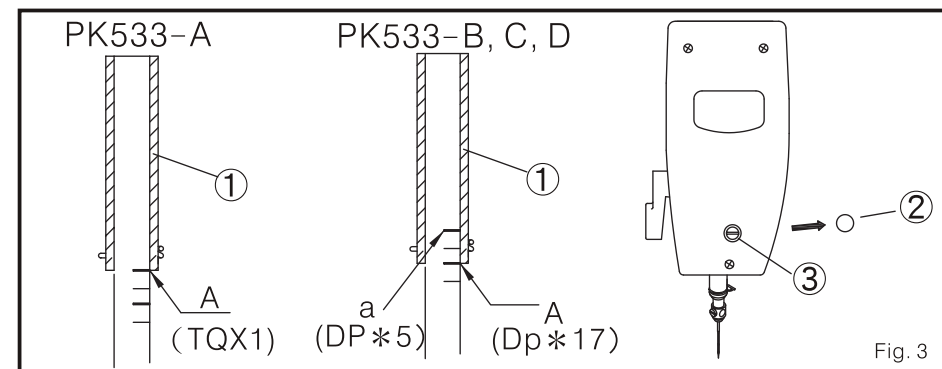

Fig. 3
- ajusta a altura da barra agulha de barra (Fig. 3)
- (1) gira a talha para ajustar a agulha de barra à posição inferior. Então remove a borracha cobertura 2, solta o parafuso 3, e promove a agulha de barra e debaixo de fazer que a fio mas alto da agulha de barra (referencial de fio A) une com o substituto da barra agulha 1.
- (2) para o padrão PK533-B, C e D, afiom o segundo referencial de fio (referencial de fio A) do fundo da agulha com o fundo do substituto da barra agulha 1.
- (3) para o padrão PK533-A, usar agulha TQX1, ou para os tipos disto planeja de coser PK533-B, C e D, usar agulha DPX5, A fio de referência é o mas alto (referencial de fio A).